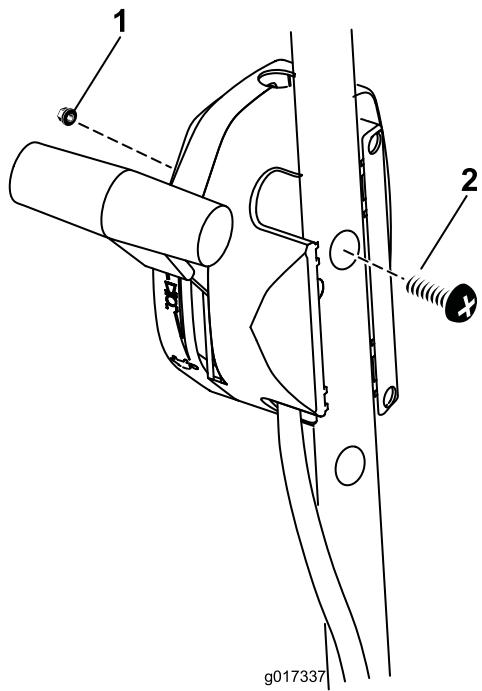

図 5
6. ハンドルバーの外側にスロットル・アセンブリを取り付け、ナットと皿ねじで固定する（図 5）。